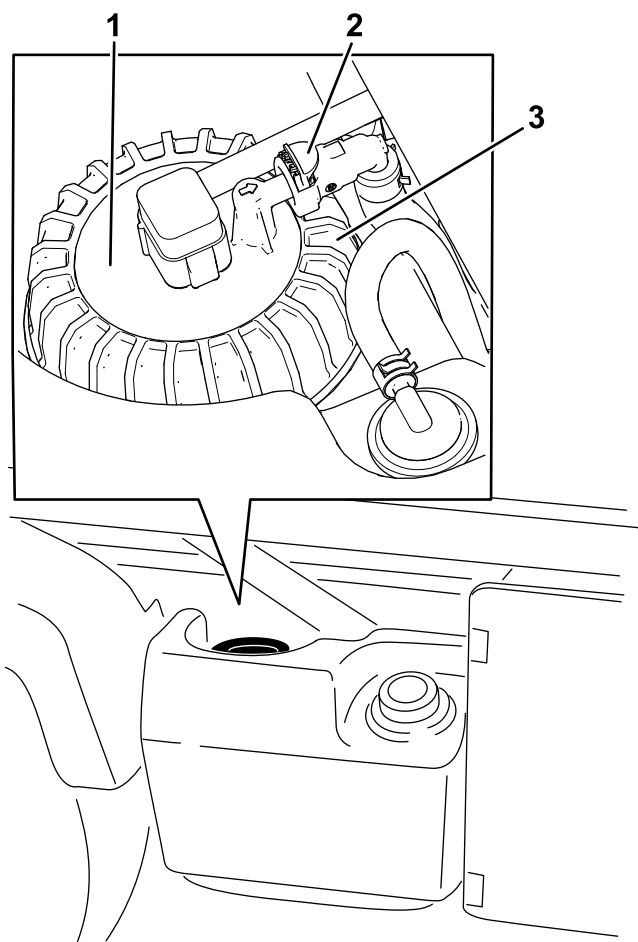

Figura 38
2. Desligue os conectores da cablagem do conjunto da bomba de combustível (Figura 38).
3. Desligue o conector rápido das tubagens de combustível do conjunto da bomba de combustível (Figura 38).
4. Remova a tampa da bomba de combustível da parte superior do depósito de combustível (Figura 38).
5. Remova o conjunto da bomba de combustível do depósito (Figura 38).